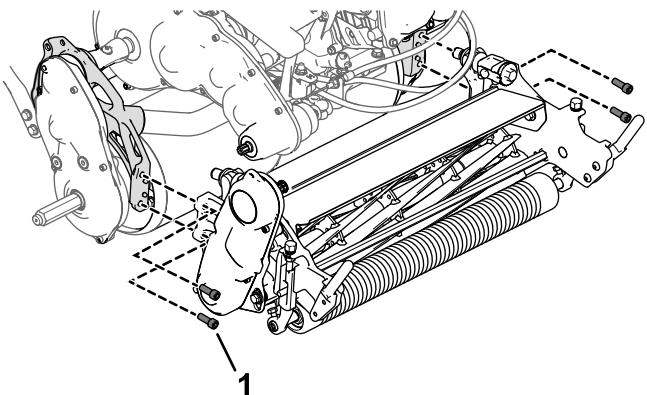

Рисунок 6
- Используйте 4 винта с внутренними шестигранниками для установки режущего блока на машину (Рисунок 6).